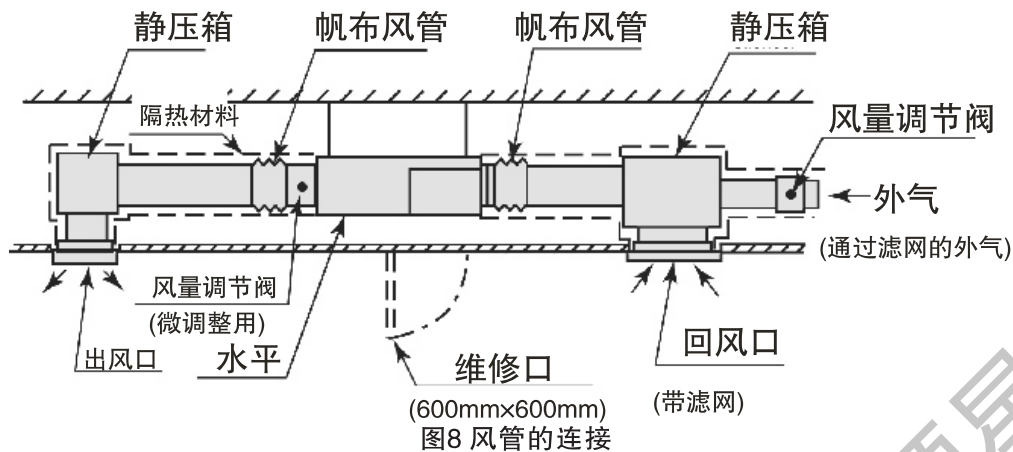

图8 风管的连接
风管通过帆布软管与室内机连接，可以有效地隔离噪音和震动。室内机配有带孔法兰，可用螺钉②与风管连接。(如图8)